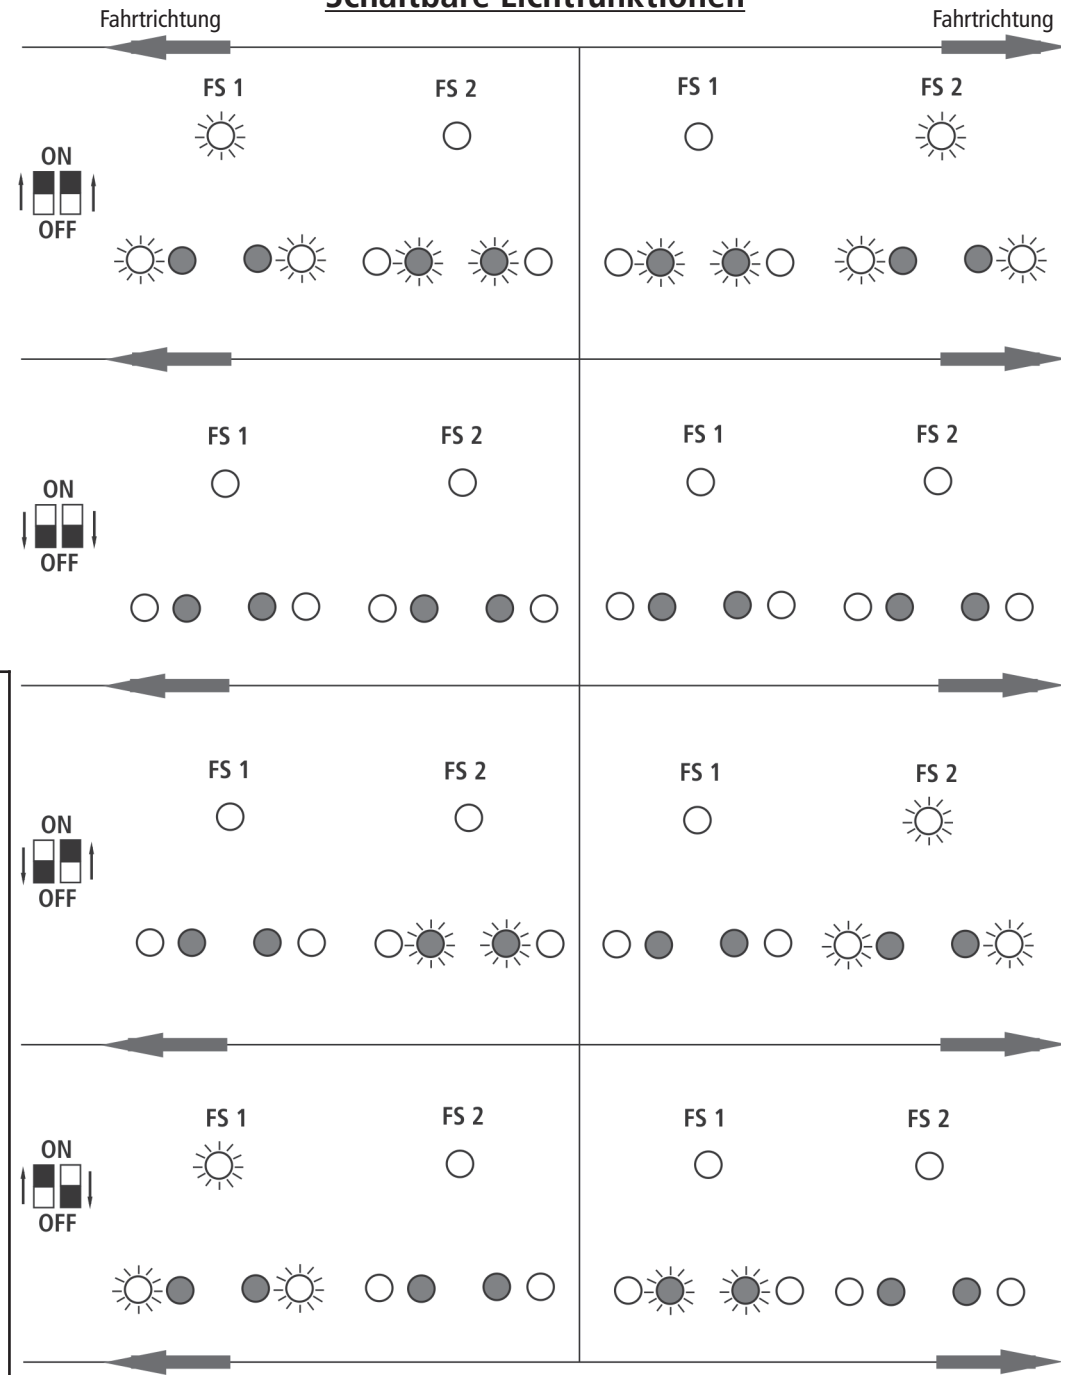
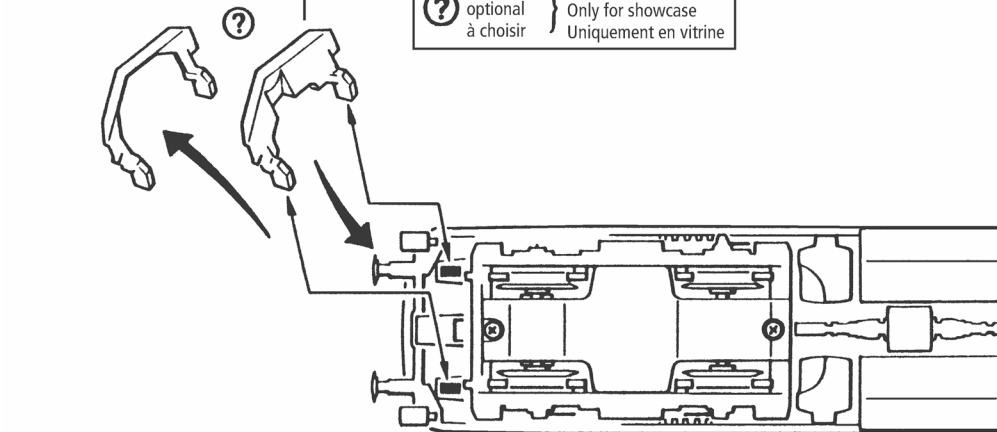

Fig. 6
Fig. 3
**Mehrzugbetrieb:** Zuerst Lokgehäuse abnehmen (Fig. 3). Danach den Brückenstecker aus der Schnittstelle entfernen (diesen sorgsam aufbewahren). Danach den Stecker des Decoders lagegerecht einsetzen (Fig. 6).
**2. Schmierung:** Versehen Sie die im Schmierplan in Fig. 7 gekennzeichneten Stellen mit nur **kleinen Öltropfen**. Dazu zuerst das Lokgehäuse abnehmen (Fig. 3). Wir empfehlen den ROCO **Öler Art.-Nr. 10906**. Fürs Schmieren der Getriebeteile (Zahnräder, Schnecke) empfehlen wir das **ROCO-Spezialfett Art.-Nr. 10905**. Im Falle der Schmierung diese Teile **nicht ölen**.
**4. Motorwechsel:** Lokgehäuse abnehmen (Fig. 3). Danach wird der Motor ausgebaut und ausgetauscht (Fig. 9).
**Running in digital mode:** Remove the jumper from the interface. Finally put the plug of the decoder into the interface as shown in fig. 6.
**2. Lubrication:** Apply **tiny oil drops** to spots marked in fig. 7. Prior to lubrication dismantle locomotive (fig. 3). We recommend using item no. **10906, ROCO oiler**. For lubrication the gearparts (e.g. cogwheels, worm) we would recommend our ROCO **special grease** (item no. **10905**).
**4. Motor Changing:** First remove loco body (fig. 3), and then the motor (fig. 9).
**Exploitation en télécommande multi-trains:** Enlevez la fiche de shuntage de l'interface (à conserver!) et enfichez finalement la fiche de décodeur aux prises de l'interface. Veillez à la position correcte de la fiche (fig. 6).
**2. Graissage:** N'appliquez **qu'une tout petite goutte** aux endroits indiqués par le plan de graissage (fig. 7) après avoir démonté la caisse de la locomotive (fig. 3). Nous vous recommandons **le graisseur à huile ROCO réf. 10906**. Pour graisser les engrenages (roues dentées, vis sans fin) nous vous conseillons la **graisse spéciale ROCO réf. 10905** pour engrenages en matières synthétiques. Lorsque vous utilisez cette graisse il faut éviter d'huiler ces composants.
**4. Remplacement du moteur:** Démontez la caisse (fig. 3). Démontez ensuite le moteur (fig. 9).
1. siehe } Fig. 3